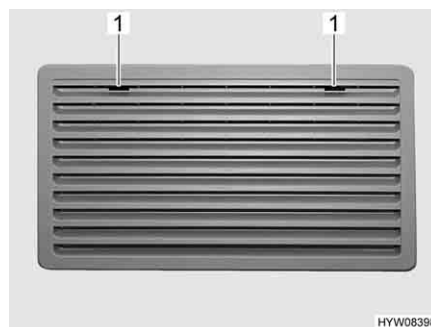
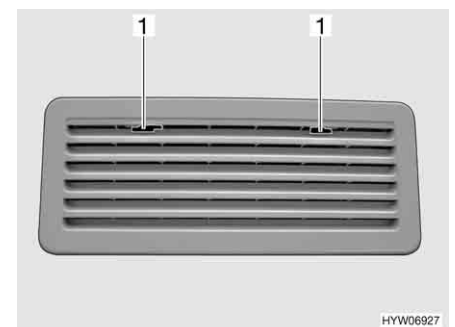

Fig. 191 Grille d'aération du réfrigérateur (Thetford, grande)
Fig. 192 Grille d'aération du réfrigérateur (Thetford petit)
- Pousser le dispositif de blocage (Fig. 191,1 ou Fig. 192,1) vers le milieu.